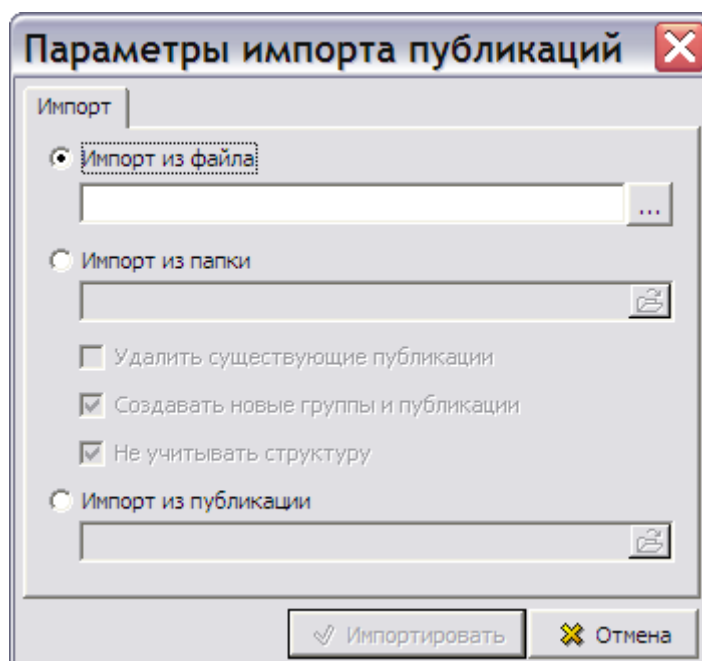

Рис. 18.51
1. В окне **Управление информационными наборами и публикациями** нажмите на кнопку **Импорт** . При этом появится окно **Параметры импорта публикаций** (Рис. 18.51).